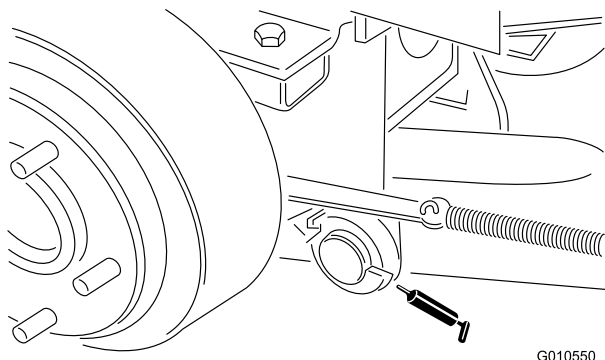

Figure 16
- axes de pivot des bras de relevage gauche et droit (Figure 16)